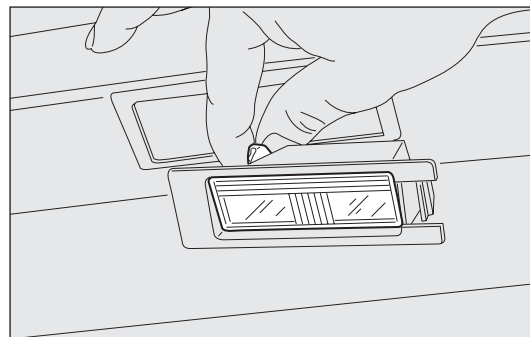

fig. 151
- ❑ remplacer l'ampoule fig. 151 en la dégageant des contacts latéraux et en s'assurant que la nouvelle ampoule soit correctement bloquée entre les contacts même ;